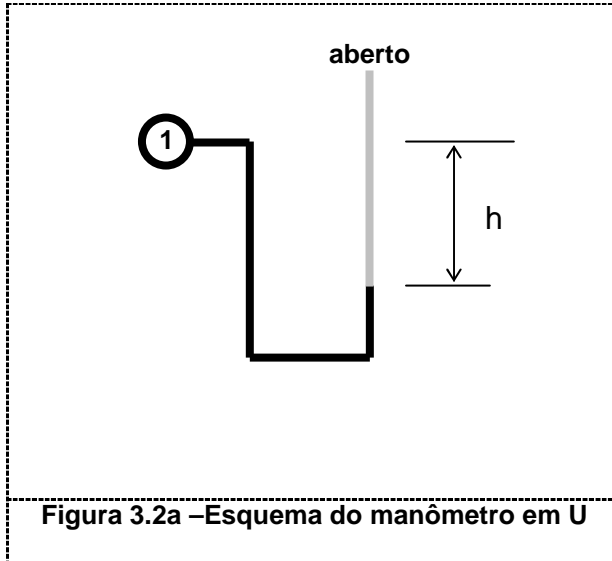
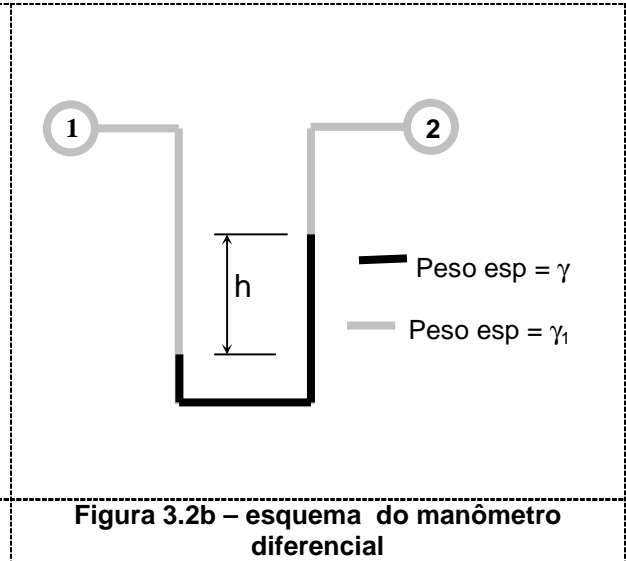

Figura 3.2a –Esquema do manômetro em U
Figura 3.2b – esquema do manômetro diferencial
Para grandes ou pequenas pressões costuma-se usar o manômetro construído em tubo de perfil **U**. **Figura 3.2a e Figura 3.2b**.
Na **Figura 3.2a**, considerando o ramo direito do manômetro aberto e desprezando a coluna de ar de altura h , pode-se escrever para a pressão em 1:
Na **Figura 3.2b**, a diferença de pressão entre os pontos 1 e 2 pode ser dada aplicando-se a regra do manômetro e princípio de Stevin.
3.7.9. Na **Figura 3.2b**, calcule a diferença de pressão entre os pontos 1 e 2 se o fluido escuro for mercúrio de densidade relativa $dr = 13,6$ e o líquido claro for água $dr = 1,0$. Considere $h = 40 \text{ cm}$.